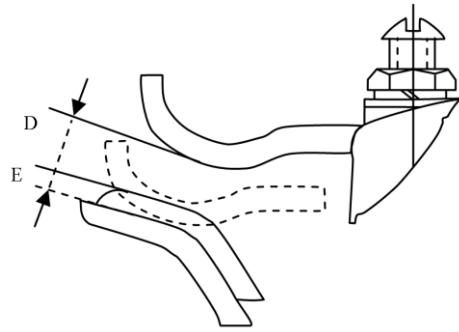

Рисунок 1. Внешний вид силовых контактов
- 3.2. Характеристики используемых контактов Таблица 2 и внешний вид силовых контактов Рисунок 1.